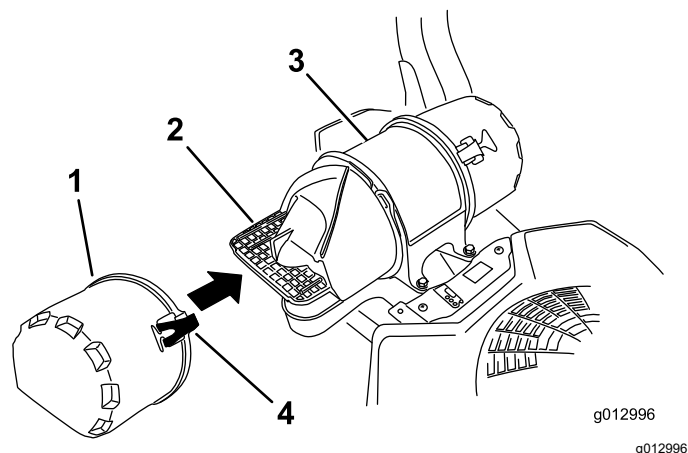

Figure 42
3. Ouvrez les dispositifs de verrouillage du filtre à air et séparez le couvercle d'entrée d'air du boîtier du filtre (Figure 42).
5. Reposez le couvercle d'entrée d'air et fixez-le avec les verrous (Figure 42).